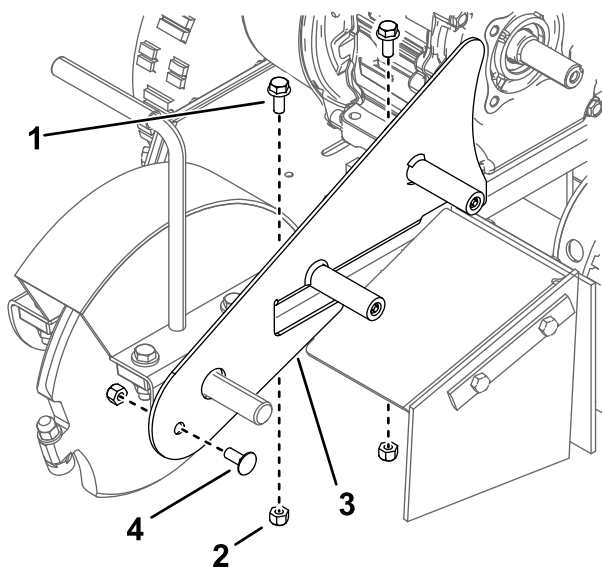

Figure 8
3. Montez la plaque de protection au moyen de deux boulons à embase (5/16 x $\frac{3}{4}$ po), d'un boulon de carrosserie (5/16 x $\frac{3}{4}$ po) et de trois contre-écrous (5/16 po), comme montré à la Figure 8.